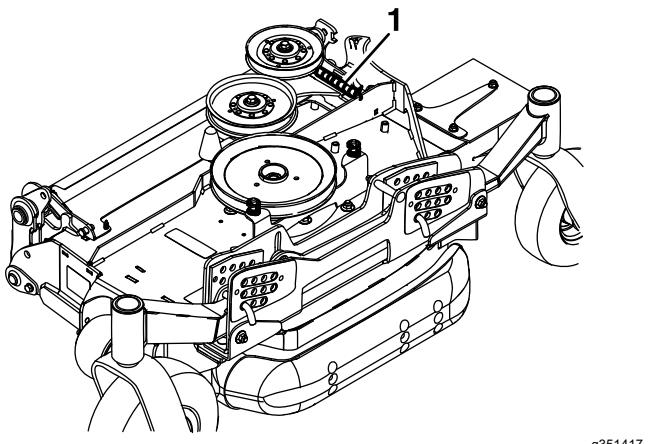

Figura 87
23. Para facilitar la instalación de las carcasa laterales, retire cuidadosamente el extremo expuesto del muelle que aplica presión a la parte trasera de la cubierta de la carcasa lateral (Figura 87).